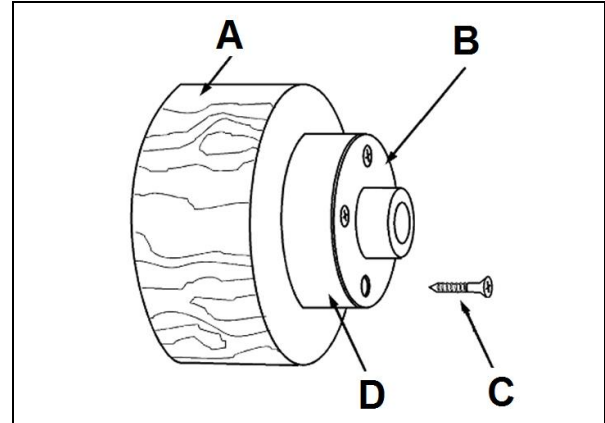

Fig 15
Befestigen Sie das Werkstück (A, Fig 15) mit 4 Messing-Holzschrauben (C) direkt an der Aufspannscheibe. Seien Sie vorsichtig bei der Schraubenwahl. Zu lange Schrauben ragen in den Zerspanungsbereich und zu kurze ergeben keine sichere Aufspannung.